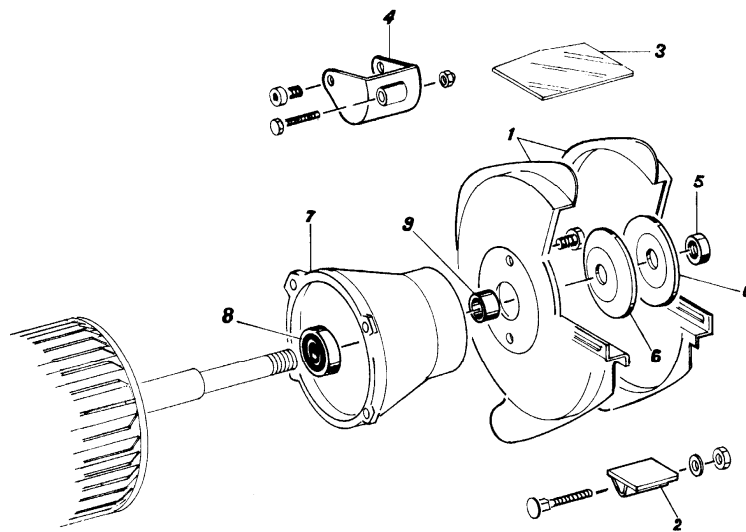

Figure 2
2. Démontez le pare-étincelles (4 fig.2), l'écran de protection (3 fig.2) et le support d'outils (2 fig.2).
3. Démontez le carter extérieur de meule (1 fig.2) en dévissant les vis.
4. Insérez la clé six pans à l'extrémité de l'arbre et la clé plate sur l'écrou (5 fig.2).
5. Dévissez l'écrou de meule (5 fig.2) en utilisant une clé plate ainsi qu'une clé six pans.
7. Démontez le flasque extérieur de meule (6 fig.2).